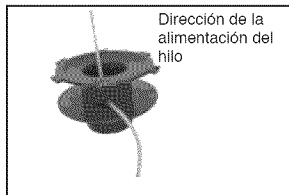

Figura 25 - Inserción del hilo de corte por el ojal
4. Inserte 1 pulgada del hilo de corte por el orificio pequeño de la base del carrete (vea la figura 25).